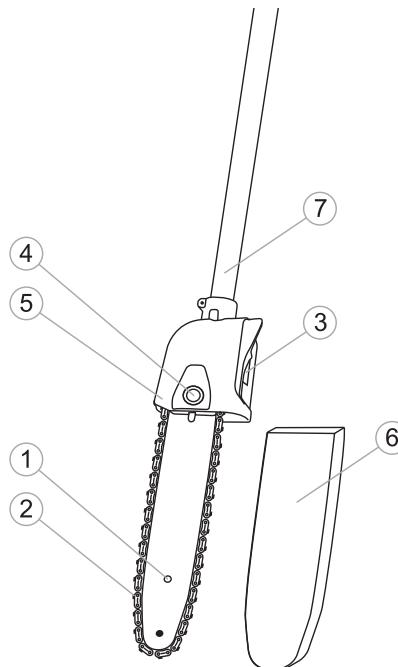

fig. 14
2. Placez le guide de scie au dessus de la tige d'ajustage sur la tête coupante assemblée (fig. 14).